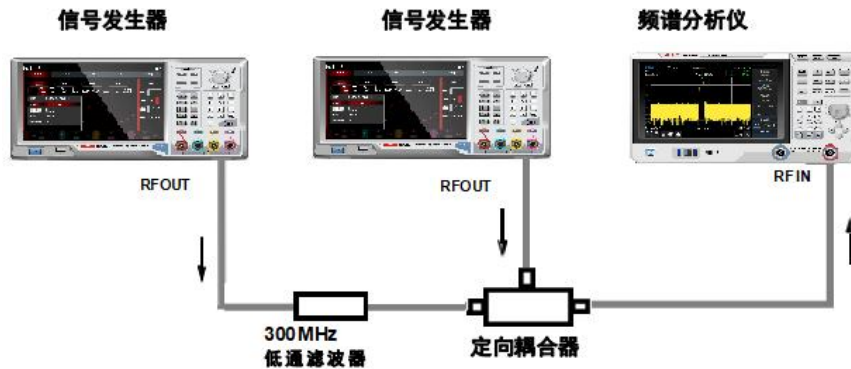

图 3-18: 三阶交调信号仪器设置
1. 按图 3-18 所示连接仪器，两个信号发生器分别通过低通滤波器连接定向耦合器的输入端，耦合器的输出即为一个互调失真很低的双音信号源，尽管此连接下的失真性能上要比频谱分析仪的好，但用于测量信号源/频谱分析仪组合的 TOI 仍然有用，当校验完信号源/频谱分析仪组合的 TOI 性能后，待测仪器（DUT）（如放大器）将被插入到定向耦合器的输出和频谱分析仪的输入之间。